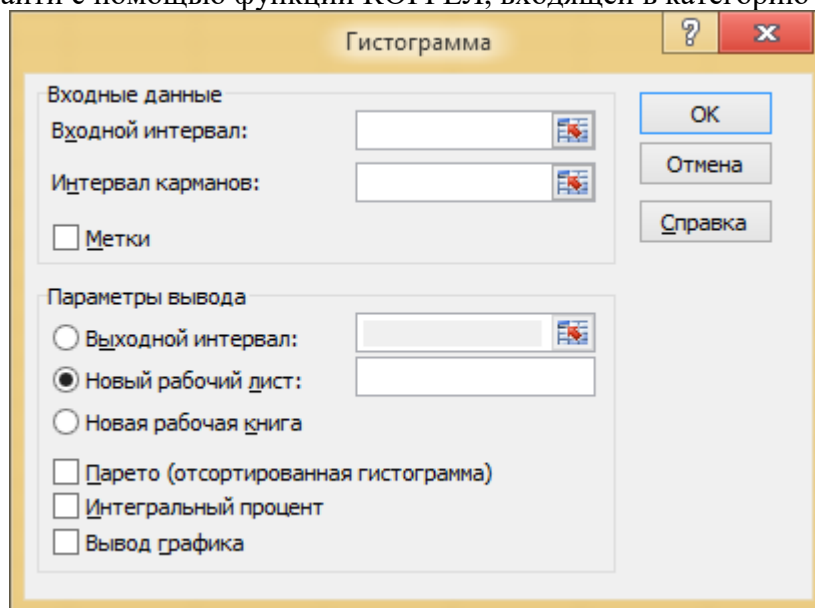

Рисунок 7.2 – Диалоговое окно «Гистограмма»
11. Вычислить эти же частоты с помощью пакета сервисных программ Анализ данных (команда Гистограмма) (рисунок 7.2), где поля Входной интервал и Интервал карманов соответствуют аргументам Массив_данных и Массив_карманов функции ЧАСТОТА. Построить гистограмму ЧАСТОТА (ОБЪЕМ РЕАЛИЗАЦИИ). Проанализировать характер поведения графика Интегральный процент.